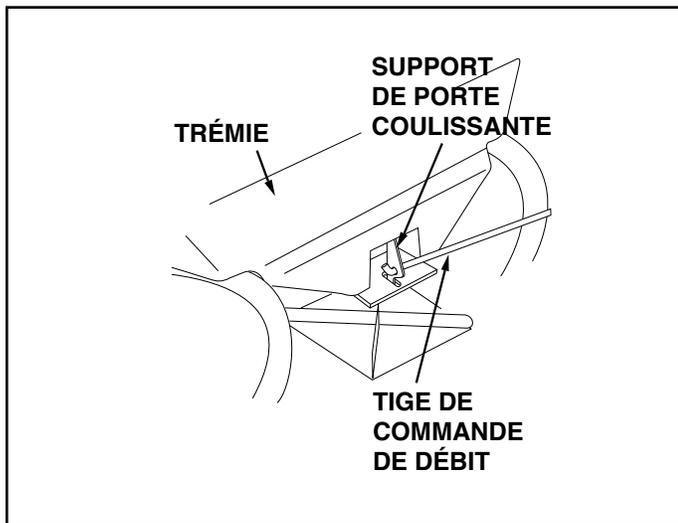

FIGURE 9
18. Accrocher l'extrémité libre de la tige de commande de débit à travers le trou du support de porte coulissante situé près du fond de la trémie. Voir la figure 9.